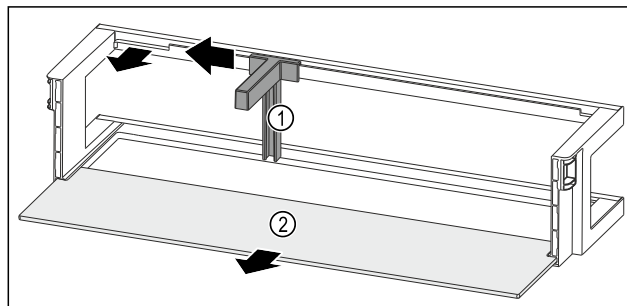

Fig. 132 Türabsteller mit Flaschenhalter und Abstellfläche
- ▶ Flaschenhalter Fig. 132 (1) bis zur Aussparung zur Seite schieben.
- ▶ Flaschenhalter Fig. 132 (1) entnehmen.
- ▶ Abstellfläche Fig. 132 (2) entnehmen.